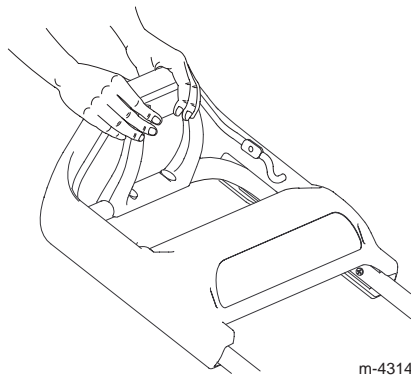

Figure 7
- Saisissez les coins de la poignée d'aide au déplacement du bout des doigts (Fig. 7).